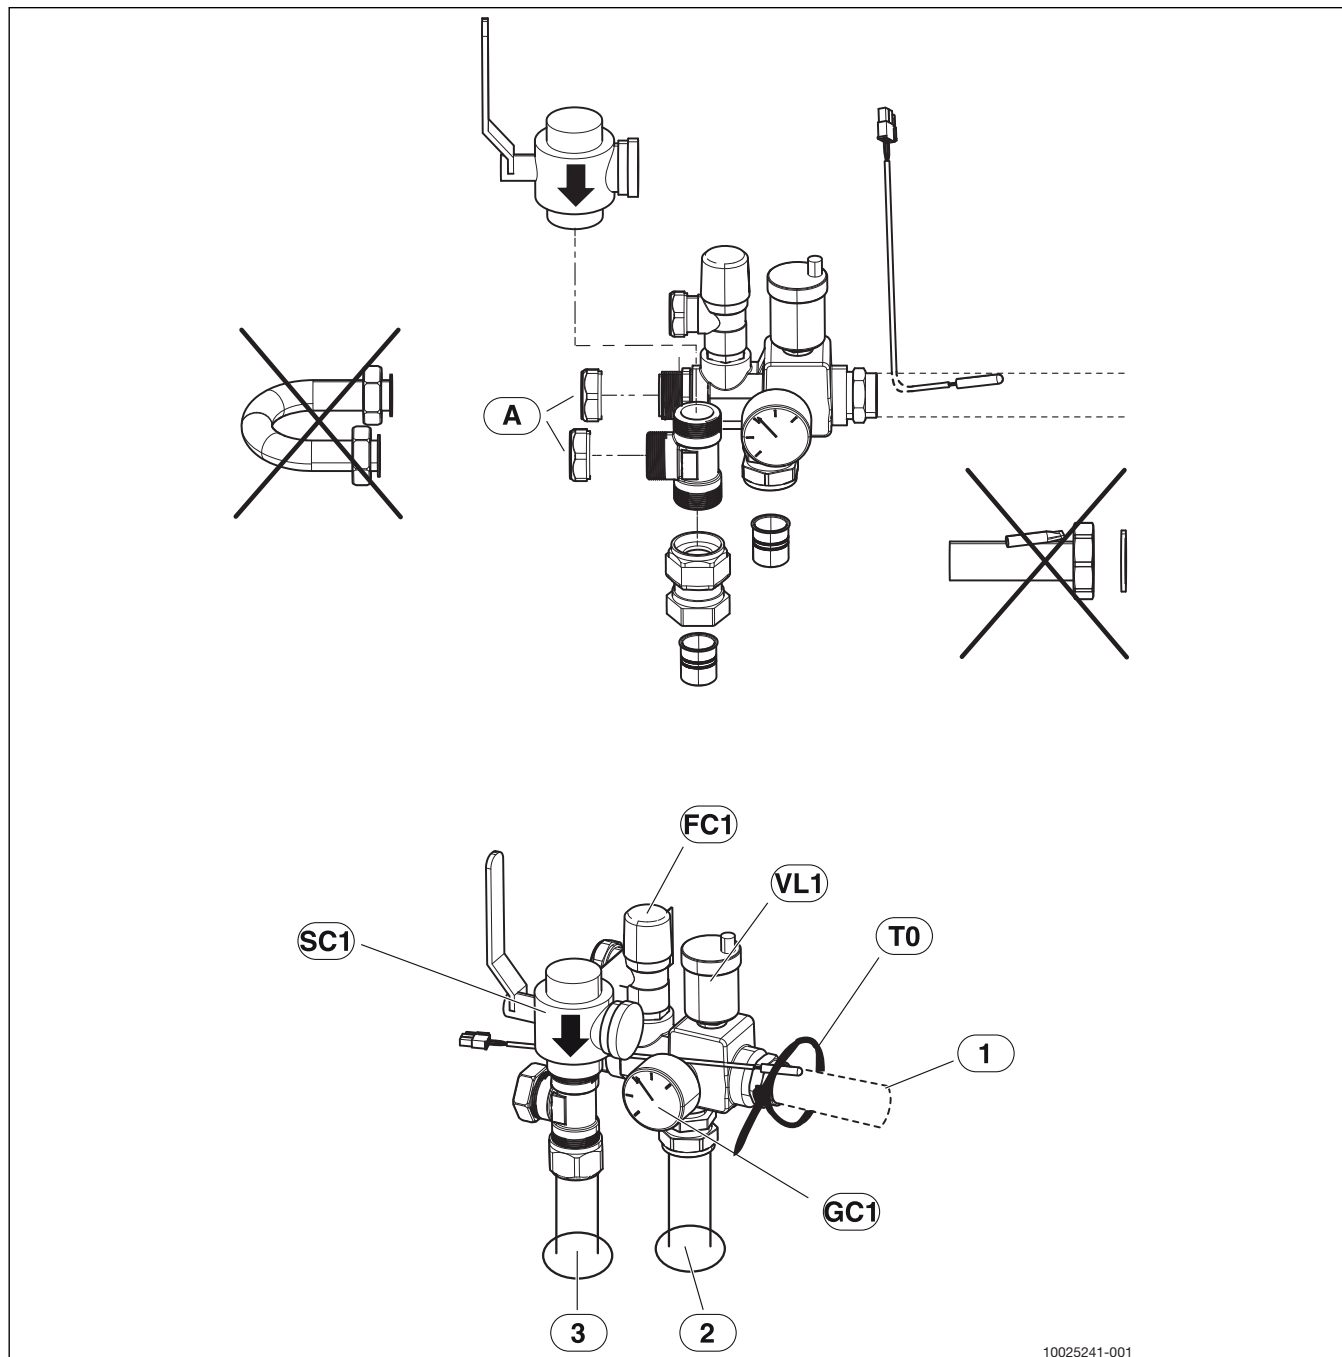

Рис. 7 Смонтированная группа безопасности, без байпаса, может монтироваться для отопительного контура с прямым последовательным подключением
- ▶ Вставьте датчик температуры подающей линии в погружную гильзу ([T0], рис. 7) и закрепите кабельной стяжкой.
- ▶ Сначала установите фильтр ([SC1], рис. 7) на тройник.